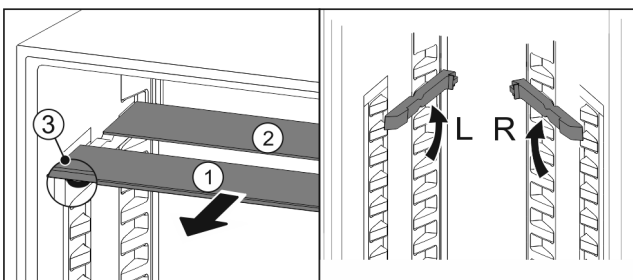

Fig. 85
- ▶ Посуньте Fig. 85 (1) скляну панель вперед.
- ▷ Скляна панель Fig. 85 (1) з декоративною планкою лежить спереду.
- ▷ Стопори Fig. 85 (3) показують вниз. Пристрої з морозильною камерою:*